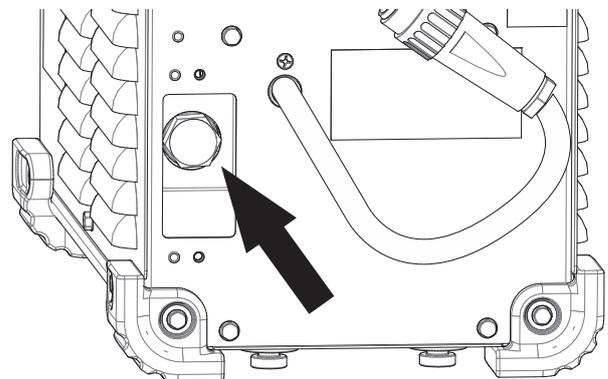

Figura 10
- A continuación, retire el perno de latón grande. Véase la Figura 10. Se puede usar un tornillo de cabeza hueca para pozo o un alicata de lengüeta y ranura. Puede escapar una pequeña cantidad de refrigerante.